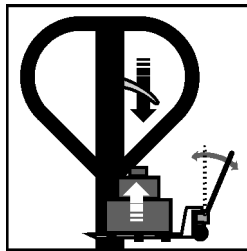

Fig. 6 – Elevar la carga
a) Posicione la palanca para abajo y mueva el cable para elevar la carga (fig. 6).